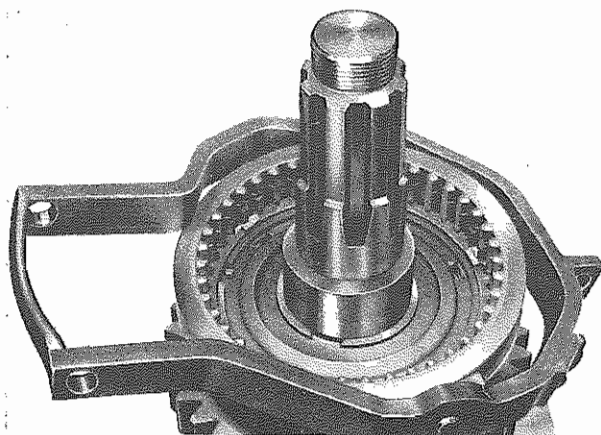

Fig. 27 - Manicotto sincronizzatore
- Inserire due cursori **(610)** nella forcella di comando **(611)**. Mettere il manicotto sincronizzatore **(427)** nella forcella. Il lato più piccolo e liscio del manicotto deve corrispondere con i risalti per i fori dei cursori (vedi **Fig. 27**).
Mettere il manicotto sincronizzatore **(427)** sul mozzo sincronizzatore. Assicurarsi che i perni sferici si innestino nei denti più profondi (**Fig. 27**). Il lato liscio del manicotto è rivolto verso l'alto.
- Place two slide pieces **(610)** into shift fork **(611)**. Place sliding sleeve **(427)** into shift fork. Narrow, smooth end of sleeve should be at elevations for slide piece bores (refer to **Fig. 27**).
Place sliding sleeve **(427)** on synchronizer. Make sure that the ball pins enter into the teeth cut out lowest (**Fig. 27**). Smooth side of sleeves pointing upwards.